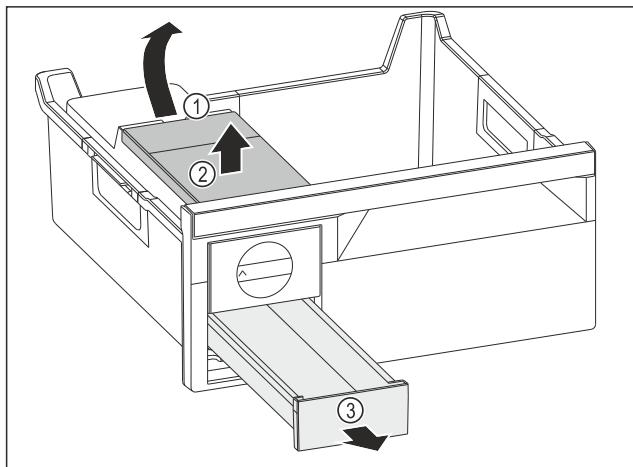

Fig. 95
- Вийняти бак для води: підняти бак для води за заглиблення Fig. 95 (1).
- Вийняти бак для води Fig. 95 (2) рухом вгору.
- Вийняти висувний ящик для кубиків льоду Fig. 95 (3) рухом вперед.